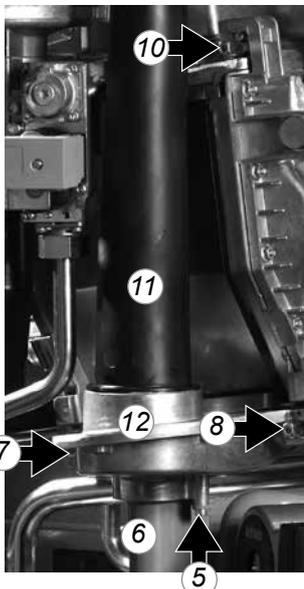

figure 12.2.c
- Retirez la cassette du brûleur (18) de l'unité du ventilateur (voir figure 12.2.d) ;
- Remplacez le joint statique (17) entre le brûleur (18) et la tête mélangeuse (15)
- Remplacez le joint statique(16) entre la tête mélangeuse (15) et l'échangeur :